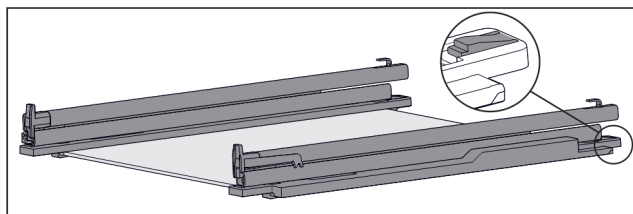

Fig. 110 Стекла́нная пластина с направляющими и крепежными элементами
- Крепежный элемент сзади прижмите вниз (см. Fig. 110) и одновременно отодвиньте направляющую назад.